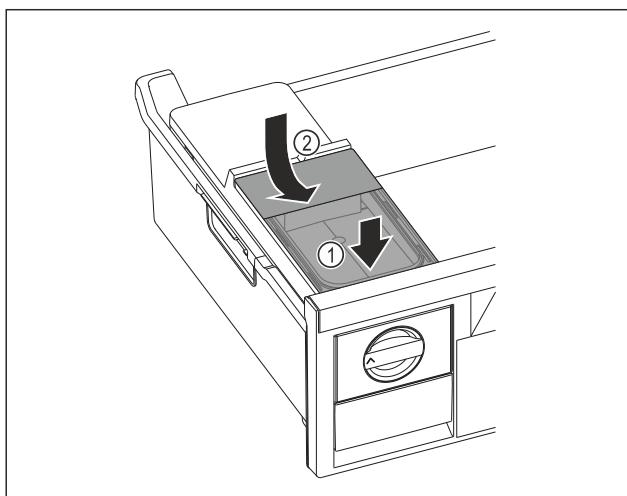

Fig. 152
- Помістити бак для води спереду. Fig. 152 (1)
- Опустити бак для води ззаду. Fig. 152 (2)